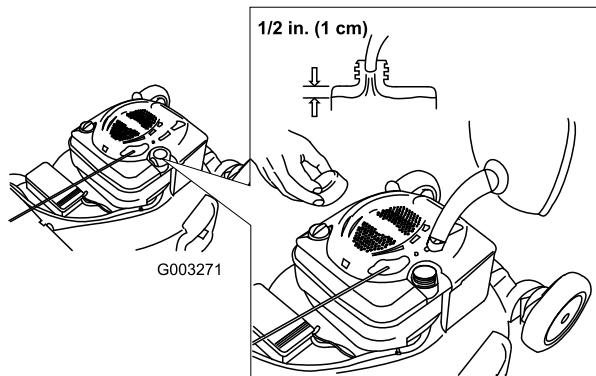

Bild 9
- Reinigen Sie den Bereich um den Tankdeckel und nehmen den Deckel ab (Bild 9).